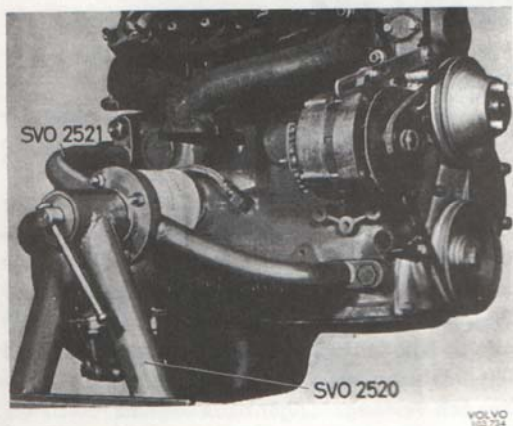

Bild 20. Motor i stativ
1. Placera motorn i bock SVO 2520 med fixtur SVO 2521, se bild 20. Kontrollera att oljan tappats av.